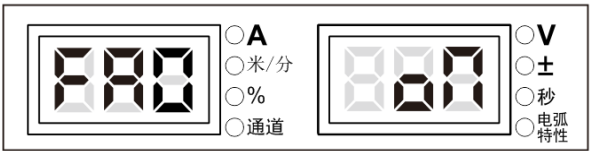

图 3-30 FA0 显示界面
1. 进入内部菜单，调节焊接电源面板旋钮至 FA0，数码管显示如图 3-30 所示。